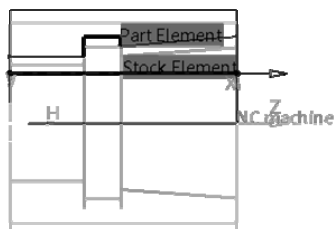

图 6-139 定义毛坯边界 (5)
- 定义毛坯边界（5）。单击对话框中毛坯边界感应区，选择如图 6-139 所示的曲线作为毛坯边界，在空白处双击鼠标左键返回。